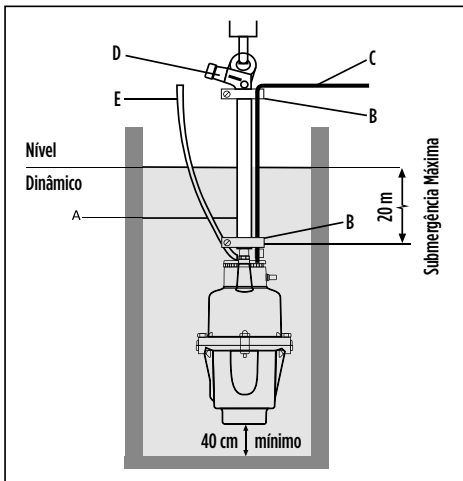

Figura 4: Esquema de instalação hidráulica
- A bomba deve trabalhar completamente submersa e sustentada pela tubulação, observando a submersão máxima recomendada em relação ao nível dinâmico como mostra a Figura 4.